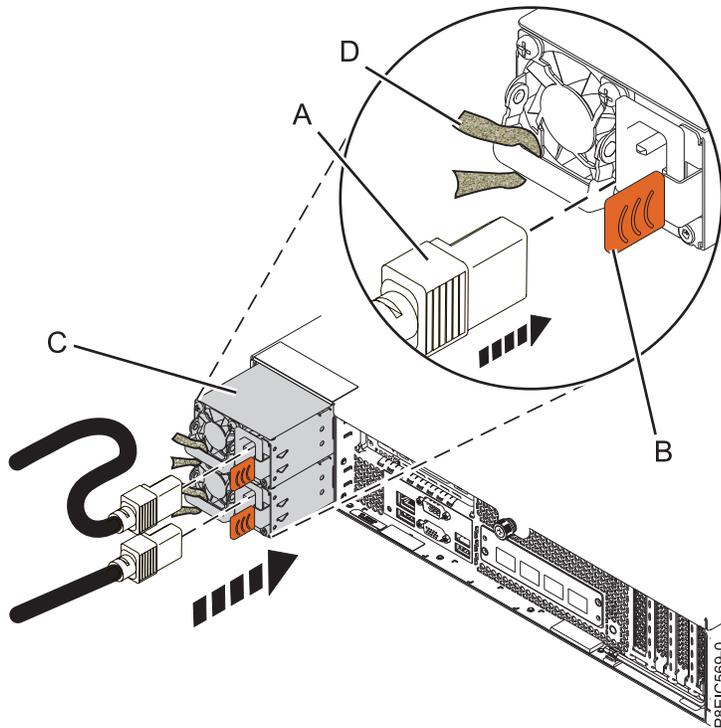

Abbildung 59. Austausch eines Netzteils im System
1. Richten Sie das Netzteil (C) an der Position aus und schieben Sie es in das System, bis die Verriegelung (B) einrastet. Siehe Abb. 59 auf Seite 54.
- a. Schließen Sie das Netzkabel am Netzteil an (siehe Abb. 59).